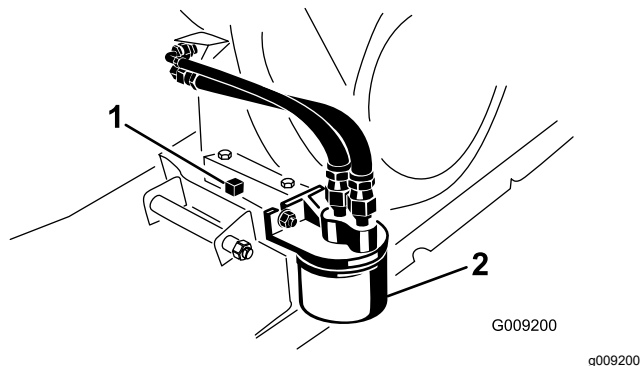

Рисунок 36
7. Подставьте под сливную пробку сливной поддон (Рисунок 36).
8. Снимите пробку сливного отверстия и уплотнение (Рисунок 36).
2. Снимите имеющийся масляный фильтр (Рисунок 36).
4. Наверните новый фильтр на переходник фильтра, пока прокладка не коснется монтажной пластины, затем затяните фильтр еще на $\frac{1}{2}$ – $\frac{3}{4}$ оборота (Рисунок 36).